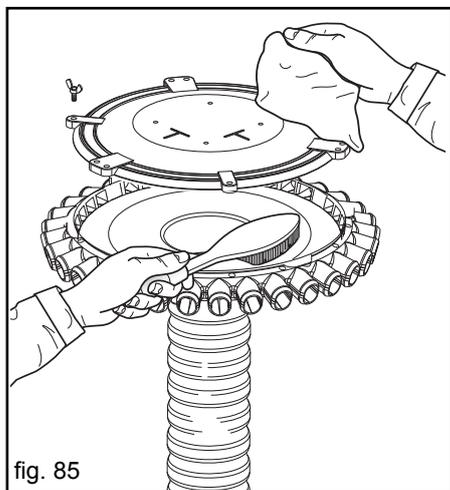

fig. 85
TOUTES LES 50 HEURES DE TRAVAIL	<ul style="list-style-type: none"> <li>- Graisser tous les éléments rayonneurs (C, Fig. 81).</li> <li>- Effectuer un nettoyage complet et soigné du corps du doseur (voir cap. 3.5.1).</li> <li>- Effectuer un nettoyage complet et minutieux de la tête de distribution (Fig. 85):                         <ul style="list-style-type: none"> <li>• Dévisser et enlever les écrous à ailettes (A);</li> <li>• Enlever le couvercle du distributeur (B);</li> <li>• Nettoyer avec une brosse les pièces en métal et avec un chiffon les pièces en plastique;</li> <li>• Remonter le couvercle et le fixer au moyen des écrous à ailettes.</li> </ul> </li> <li>- Contrôler le bon alignement des roues dentées et la tension des chaînes de transmission pour éviter une usure rapide ou la rupture des organes de transmission.</li> </ul>